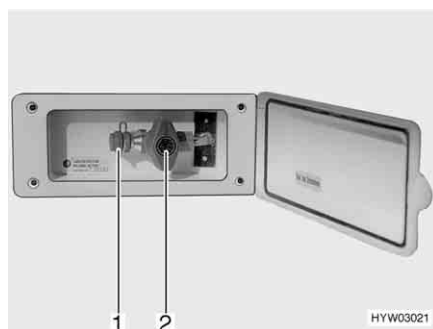

Fig. 159 Raccordement externe de gaz avec robinet d'arrêt de gaz fermé
Le raccordement externe de gaz (Fig. 159) se trouve, selon les modèles, à l'arrière ou sur le côté gauche ou droit du véhicule.
- Raccorder l'appareil à gaz externe sur le raccord (Fig. 159,1).
- Ouvrir le robinet d'arrêt de gaz (Fig. 159,2).